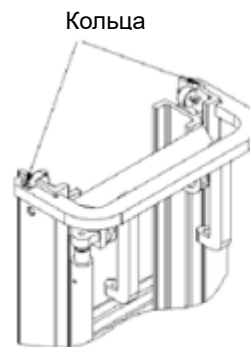

Рис. 2-75
(1) Места крепления подъемной системы представлены на Рис. 2-75